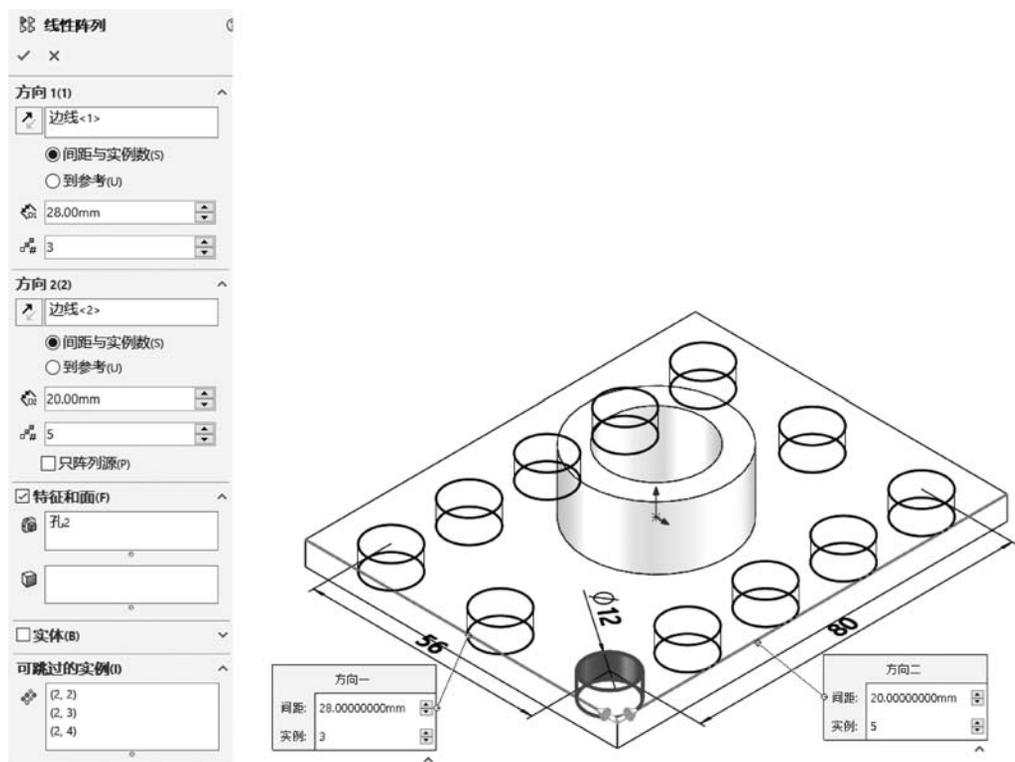

图 5-52 线性阵列孔
(3) 单击【特征】选项卡上的【线性阵列】按钮 ,会出现【线性阵列】属性管理器。
① 在【方向 1】组,激活【阵列方向】列表,在图形区选择图示边线为方向 1。
② 在【间距】文本框中输入 28.00mm。
- ③ 在【实例】文本框中输入 3。
- ④ 在【方向 2】组,激活【阵列方向】列表,在图形区选择图示边线为方向 2。
- ⑤ 在【间距】文本框中输入 20.00mm。
- ⑥ 在【实例】文本框中输入 5。
- ⑦ 在【特征和面】组,激活【要阵列的特征】列表,在 FeatureManager 设计树中选择【孔 2】。
- ⑧ 在【可跳过的实例】组,激活【要跳过的实例】列表,在图形区选择要跳过的实例(2,2), (2,3),(2,4),如图 5-52 所示,单击【确定】按钮 。